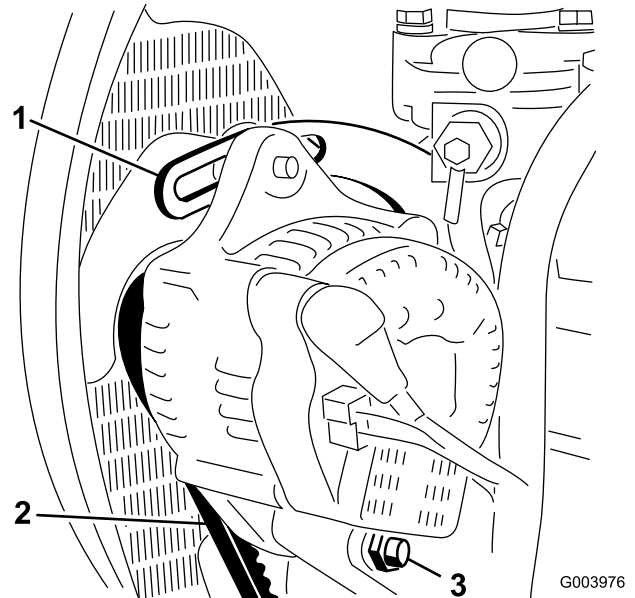

Bild 66
2. Prüfen Sie die Spannung des Treibriemens, indem Sie eine Kraft von 10 kg in der Mitte zwischen der Lichtmaschine und der Kurbelwellenscheibe ansetzen (Bild 66).
3. Lockern Sie die Schrauben, mit denen der Bügel am Motor befestigt ist sowie die Schraube, mit der die Lichtmaschine am Bügel befestigt ist (Bild 66).